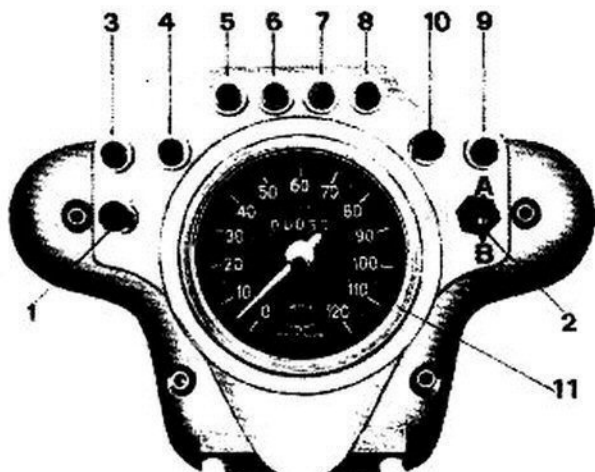

Fig. 161
(vedere fig. 161)
(vedere 1 di fig. 161)
(vedere 10 di fig. 161)
(vedere 2 di fig. 161)
**N.B.** - Ricordarsi che il commutatore sul cruscotto (2 di fig. 161) deve essere in posizione «A».